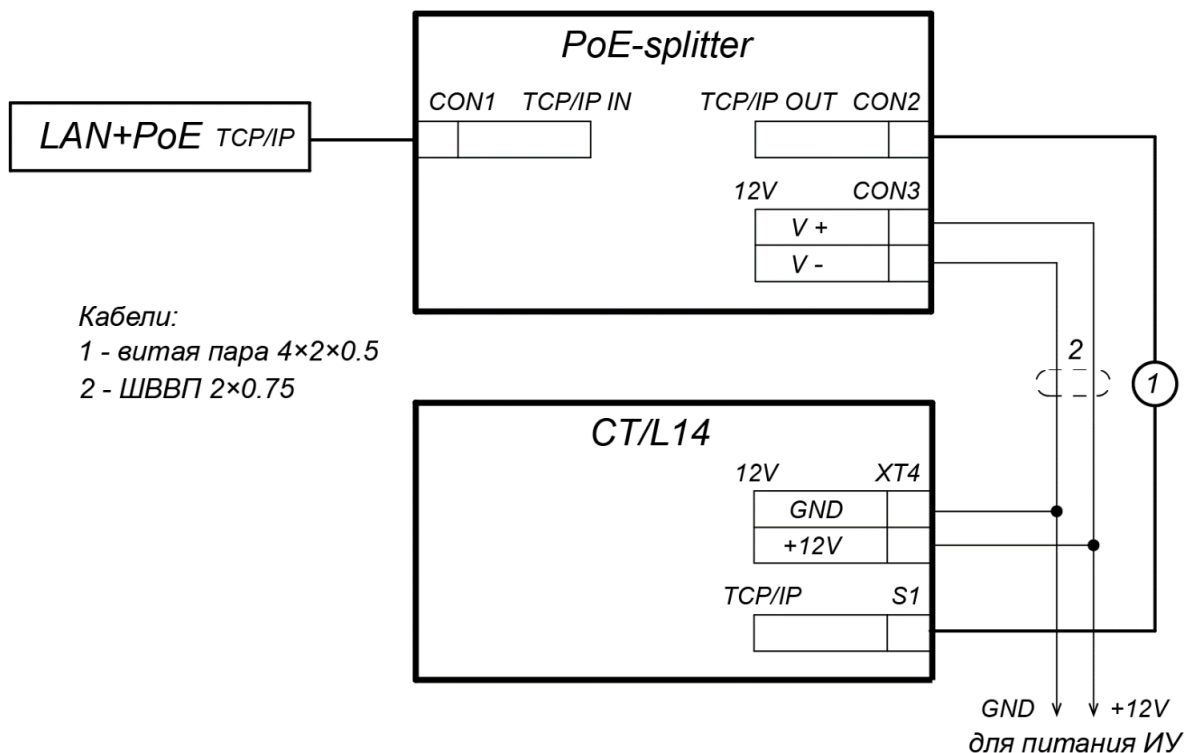

Рисунок 22. Схема подключения контроллера через PoE-сплиттер
3. Подключите цепи питания контроллера и при необходимости управляемого им ИУ к разъему **Con3** сплиттера. Схема подключения приведена на рис. 22 (штекер для подключения к разъему входит в комплект поставки сплиттера).